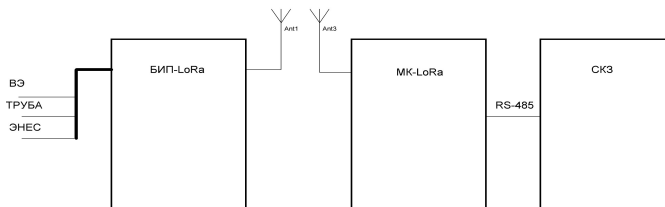

Рисунок 1.Схема комплекса
3.1 Комплекс включает в себя блок измерения потенциала (БИП-LoRa) и модуль коммуникационный (МК-LoRa) ( рисунок 1).